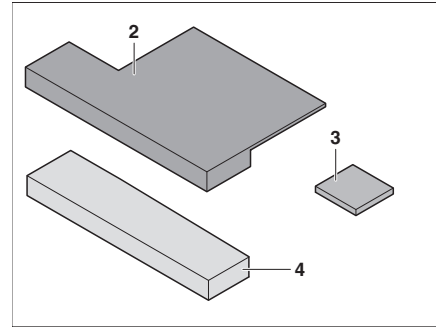

Fig. 182 Cuscino aggiuntivo
- Applicare l'elemento di seduta (Fig. 182,3) sul cuscino aggiuntivo (Fig. 182,2) (con chiusura a velcro).